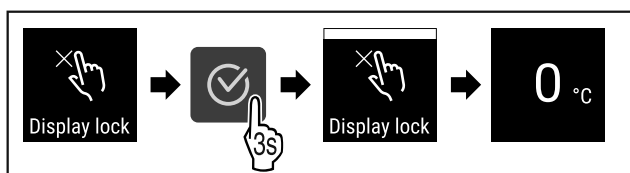

Fig. 76
- ▶ Vykonať kroky akcie (pozri Fig. 76).